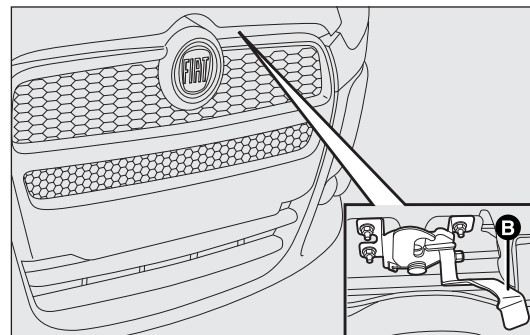
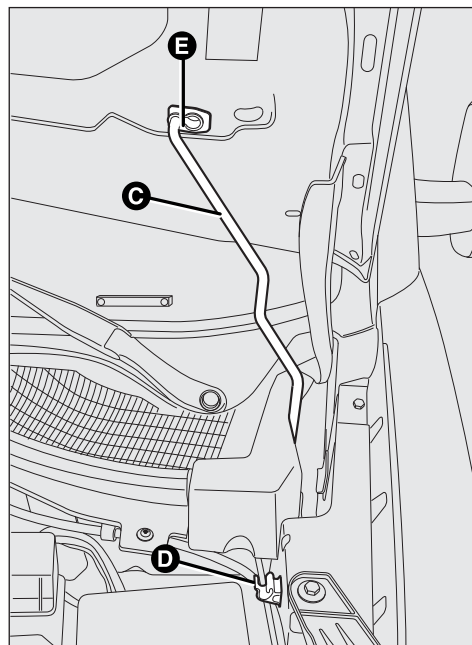

fig. 94
fig. 95
- ☐ actúe en la palanca B-fig. 94, levante el capó y, al mismo tiempo, suelte la varilla de sujeción C-fig. 95 de su dispositivo de bloqueo D-fig. 95, a continuación, introduzca el extremo de la varilla en el alojamiento E-fig. 95 del capó (orificio grande) y empuje a la posición de seguridad (orificio pequeño), como se muestra en la figura.
Cierre fig. 95